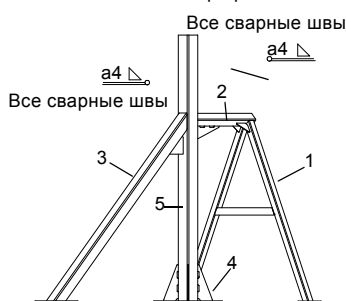

Рис. 20 Сварка стойки и опор
2. Правильно расположить ограничитель глубины установки (поз. 2), заднюю опору (поз. 3) и переднюю опору (поз. 1) и в мастерской приварить их к стойке. См. номера позиций на рис. 20.